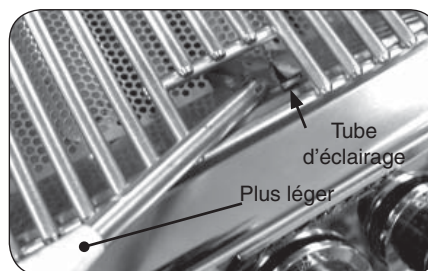

Fig. 20-2 - Éclairage manuel
2. Passez un allumeur brûlant de butane de long-baril ou une allumette brûlante de long-tige dans la grille à cuire s'ouvrant au dessus du tube d'éclairage. (Fig. 20-2). Pour des backburners, tenez la flamme contre le matériel perforé du backburner. Pour des sideburners, tenez la flamme contre le brûleur.
4. Si le brûleur ne s'allume pas, enfoncez immédiatement le bouton et tournez la valve à AU LOIN. ATTENDEZ CINQ (5) MINUTES avant de répéter les étapes 2 à 4 des instructions manuelles d'éclairage.